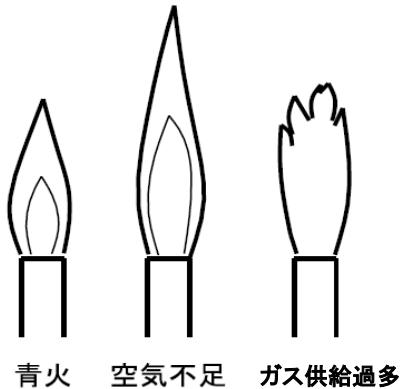

図 9-3
2) 炎の点検・空気調整（図 9-3）
- ・ 炎が正常な状態であることを確認します。（図 9-3）